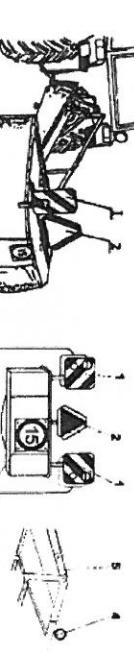

Рис. 12. Косилка Z069 – передвижение по дорогам (описание в тексте)
- по времяз перевозки по общественным дорогам на косилке должны быть установлены на кронштейнах (Рис. 12):
- передняя предупредительная таблица (1) с бело-красными полосами, площадью как минимум 1000 см² с освещением,
- треугольный опознавательный знак для тихоходных транспортных средств (2).
- Скорость перевозки не может превышать 15 км/час (3).
Ротационная косилка Z069/2 (Рис. 12б) на предупредительном щите должна иметь сдвоенные огни, круглые красные отражатели, видимые сзади, а также белые габаритные огни, видимые спереди.
Ножи на барабанах должны быть установлены попарменно (так, как показано на рис. 12).